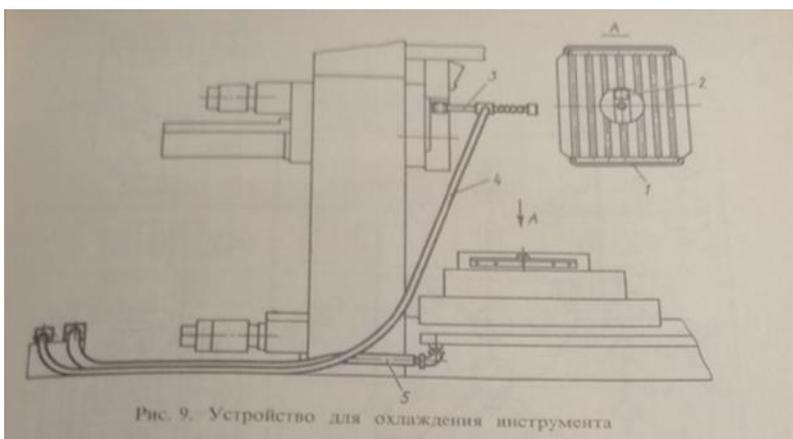

Рис. 9. Устройство для охлаждения инструмента
1. К поворотному столу станка прикрепить винтами (с двух сторон) корыто 1 (рис. 9).
2. В поворотной цапфе стола открепить и передвинуть планку 2 в положение, указанное на рис. 9 (слив СОЖ через фильтр).